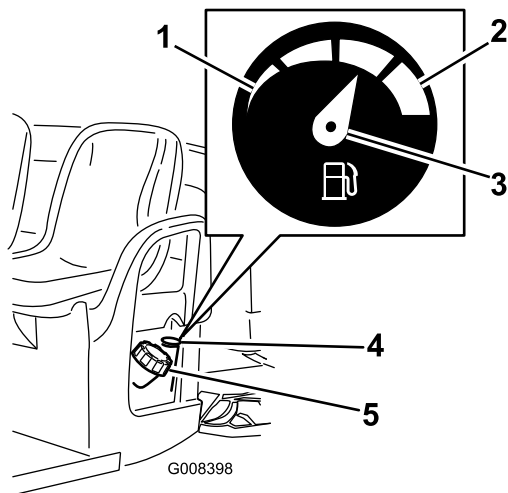

Figure 17
4. Nettoyez la surface autour du bouchon du réservoir de carburant (Figure 17).